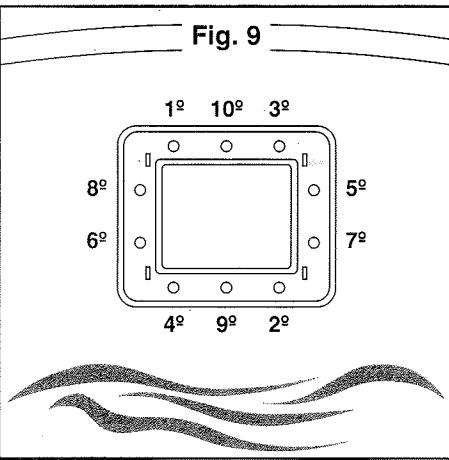

Fig. 10
Encaixar à pressão a moldura embelezadora (4) do skimmer. introduzir a comporta (9). (**Fig. 10**) pela boca do skimmer. pressionar os dois extremos e encaixar.